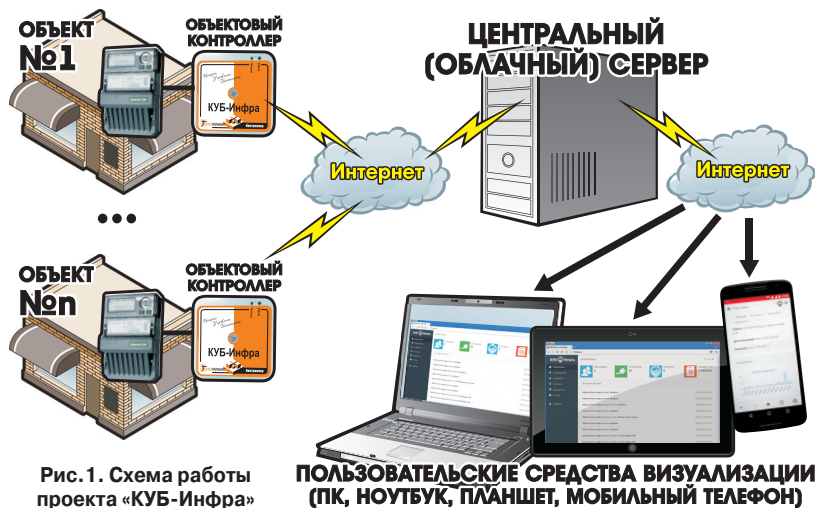

Рис. 1. Схема работы проекта «КУБ-Инфра»
- Система КУБ-Инфра состоит из объектовых контроллеров, центрального (облачного) сервера и пользовательских средств визуализации - ПК, ноутбук, планшет, мобильный телефон (см. рис.1).